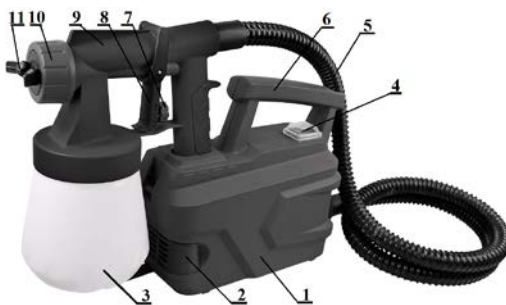

Рис.1.Общий вид
4.1. Основные элементы краскопульты показаны на рис. 1.